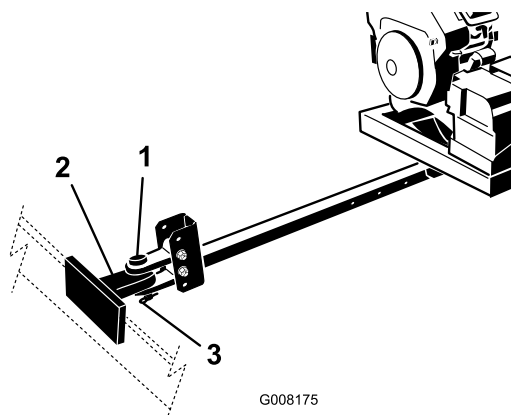

図 8
4. ヒッチ・ピンとクレビスを使って、ブローのクレビス・ヒッチを牽引車両のヒッチに接続する（図 8）。